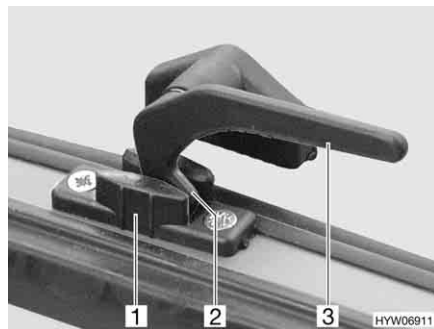

Fig. 9 Levier de verrouillage en position "Aération permanente"
- En position "Aération permanente" (Fig. 9)
- Tourner le levier de verrouillage (Fig. 9,3) d'un quart de tour vers le centre de la fenêtre.
- Remettre le levier de verrouillage en position initiale. Le tenon de verrouillage (Fig. 9,2) doit pénétrer alors dans le logement prévu à cet effet dans le verrouillage de fenêtre (Fig. 9,1).